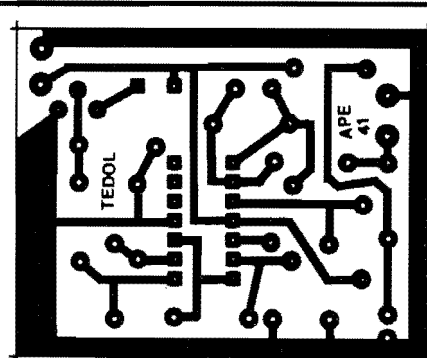

Fig.2
- FIG. 2 - LAY OUT DO CIRCUITO IMPRESSO ESPECÍFICO - Em tamanho natural (escala 1:1), a figura mostra o arranjo de ilhas e pistas na face cobreada da placa de Circuito Impresso do TESTA-DOLAR... O padrão é bastante simples, e mesmo o Hobbysta iniciante não encontrará grandes dificuldades na sua elaboração, usando tinta especial (ácido-resistente) ou os decalques apropriados, existentes no varejo de Eletrônica. Como sempre, recomendamos os cuidados e
Como o circuito do TESTA-DOLAR envolve o trabalho de amplificação em ganho muitíssimo elevado, a partir de sinais iniciais muito fracos, mais ainda devem ser enfatizados os cuidados com os comprimentos dos fios e cabagens (quanto menores forem, melhor...). Quem puder obter uma caixinha metálica, nas convenientes dimensões, poderá usá-la, com vantagens no sentido da blindagem geral do circuito, bastando ligar, eletricamente, o próprio corpo desse container à linha do negativo da alimentação geral, ou diretamente à "barra de terra", aquela faixa cobreada mais larga que circunda toda a placa do Impresso (ver fig. 2).